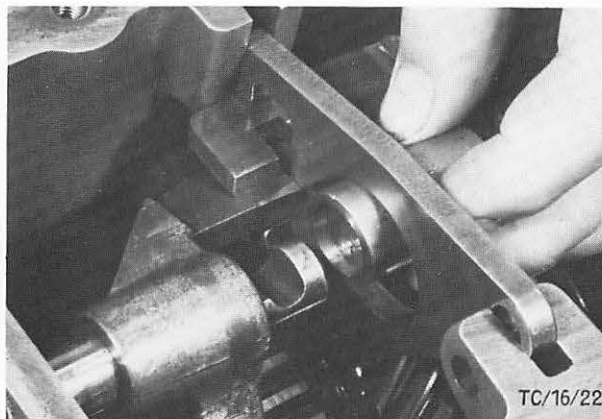

Abb. 66 Schaltwelle einbauen
55. Beide Schaltgabeln und Schaltfinger einlegen. Schaltwelle von hinten in das Gehäuse einführen. Spannstift in Schaltwelle und Schaltfinger einsetzen. Abb. 66.